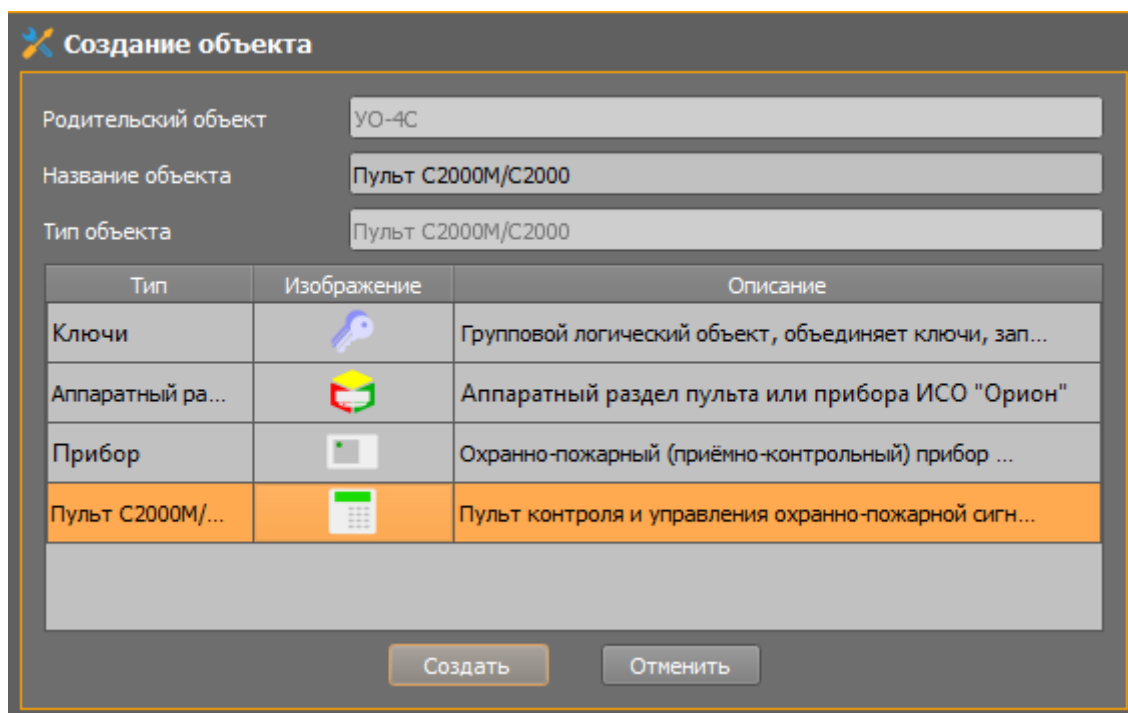

Рисунок 3-14. Создание пульта под ПОО «УО-4С»
1. Через контекстное меню «УО-4С» в аппаратной иерархии создайте пульт «С2000М» (Рисунок 3-14).